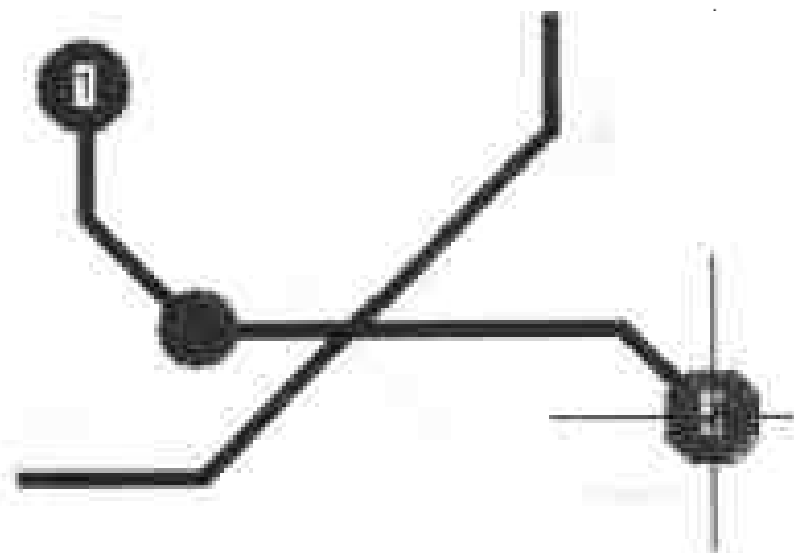

图 5-69 完成底层布线
4) 接着单击鼠标左键，确定底层的第一段导线。然后再接着单击鼠标左键，确定底层的第二段导线，如图 5-69 所示。